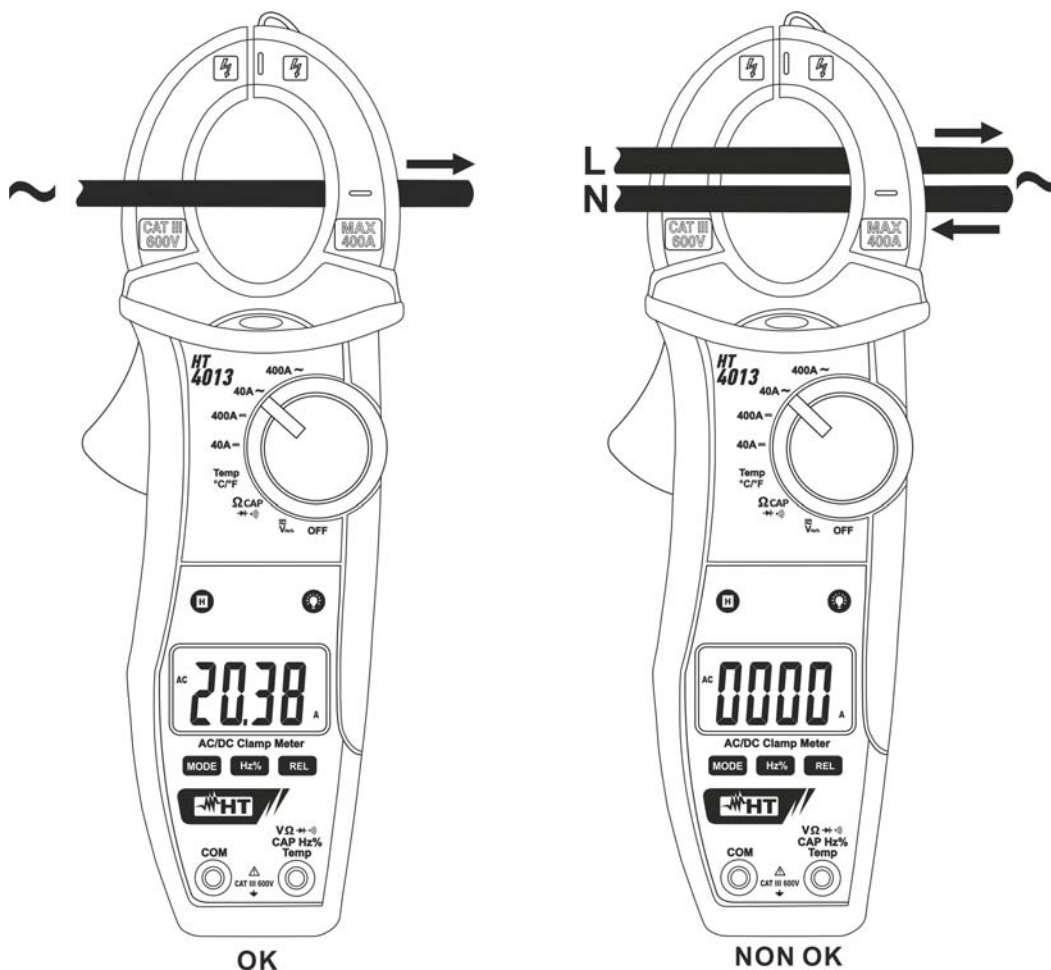

Fig. 10: Uso della pinza per misure di corrente AC e DC
4. Per misura di corrente DC la visualizzazione del simbolo "-" indica che lo strumento è inserito in modo contrario al verso della corrente (vedere Fig. 10)